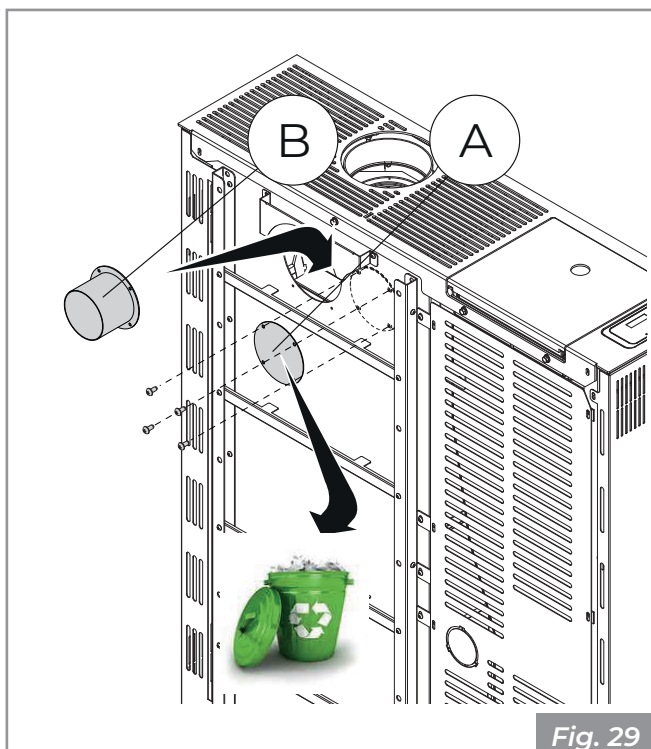

Fig. 29
Para poder conectar la estufa a la sistema de calefacción canalizada es necesario quitar el tapón trasero (A) y montar el tubo con diámetro de 80 mm (B) suministrado (Fig. 29).